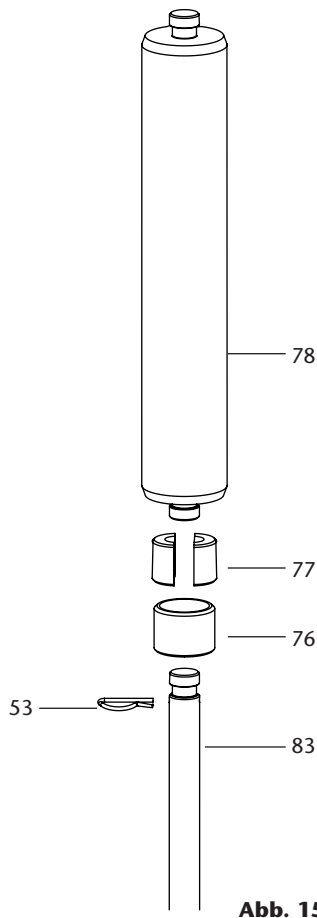

Abb. 15
1. Una el vástago (78) al eje de conexión (83) mediante el acoplamiento, para ello sitúe las dos mitades del acoplamiento (77) entre las ranuras del vástago (78) y del eje de conexión (83), cierre ambas con la cubierta de acoplamiento (76) e introduzca el pasador muelle (53) para fijar todo el conjunto (fig. 15).
1. Attacher la tige (78) à l'arbre de liaison (83) au moyen de l'accouplement (77), pour ce faire placer les deux moitiés de l'accouplement (77) entre les rainures de la tige (78) et l'arbre de liaison (83), fermez les deux avec le couvercle d'accouplement (76) et insérez la goupille élastique (53) pour fixer l'ensemble (fig. 15).
1. Vorbau (78) mittels Kupplung auf Verbindungswelle (83) aufstecken, dazu die beiden Hälften der Kupplung (77) zwischen die Nuten von Vorbau (78) und Verbindungswelle (83) legen, schließen Sie beide mit dem Kupplungsdeckel (76) und setzen Sie den Federstift (53) ein, um die gesamte Baugruppe zu fixieren (Abb. 15).